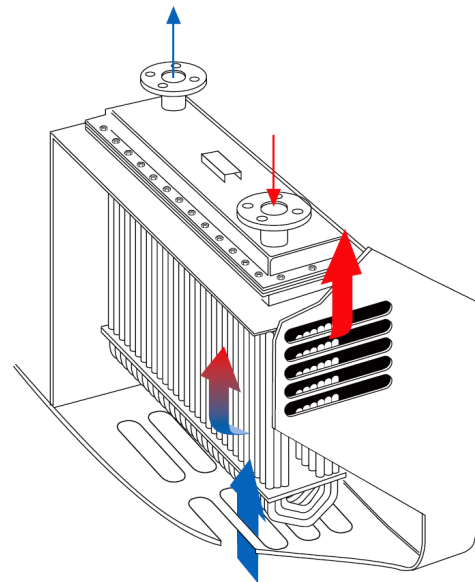

Ilustración 3a. Montaje transversal.
1. **De forma transversal (de babor a estribor):** es la forma más común para montar el enfriador de caja. El enfriador de caja se instalará entre los marcos ya existentes del navío (véase la ilustración 3a).